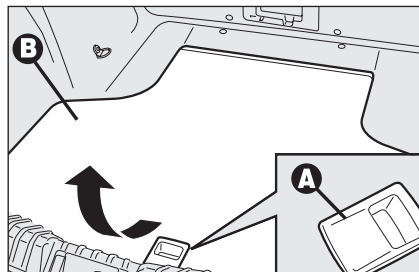
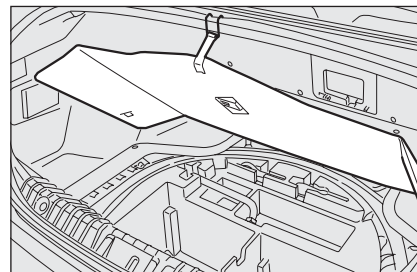

fig. 2
fig. 3
- ☐ mediante la manilla **A-fig. 2**, levante el revestimiento rígido **B** y engánchelo como se ilustra en la **fig. 3**;